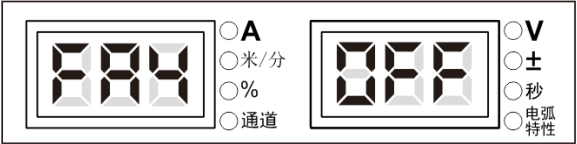

图 3-34 FA4 显示界面
1. 进入内部菜单，调节焊接电源面板旋钮至 **FA4**，如图 3-34 所示。